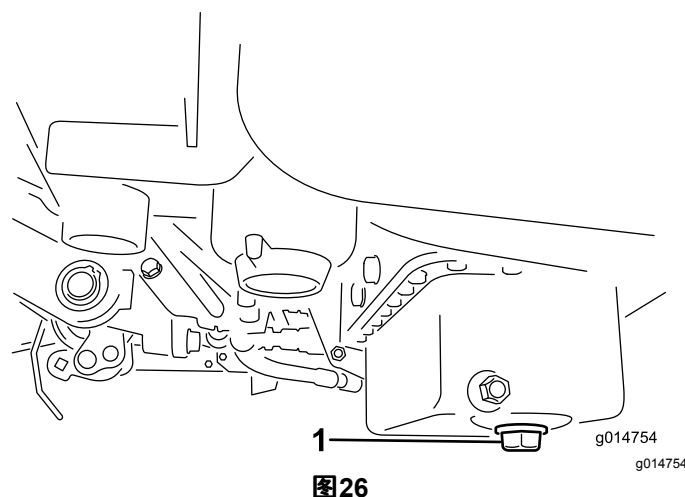

图26
1. 拆下排油塞、让油流入放油盘。油不再流时、安装排油塞 图26。